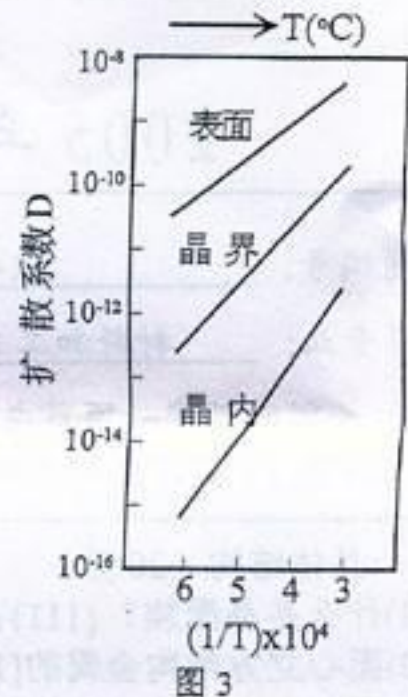

图 3
(2) 图 3 为测出的钚在不同温度及以不同方式扩散时扩散系数与温度的关系, 从该实验数据图中能得出哪些信息? 10 分